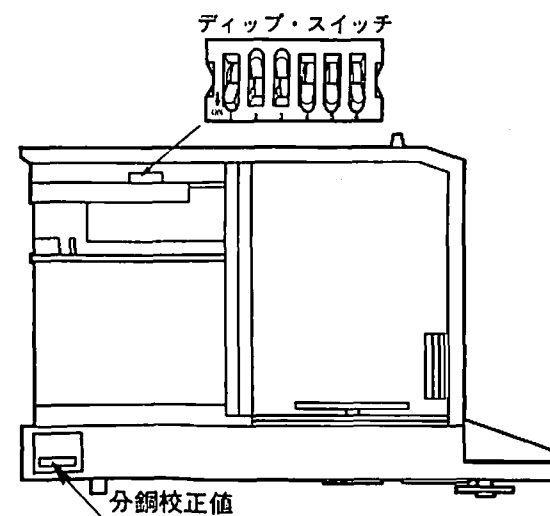

図5 OP-03、内部設定ディップ・スイッチ
- (3) 左右のガラスが落ちないように注意しながらリア・ケースを後方にずらします。
- (4) 本体左側面にディップ・スイッチがあります。(図5)